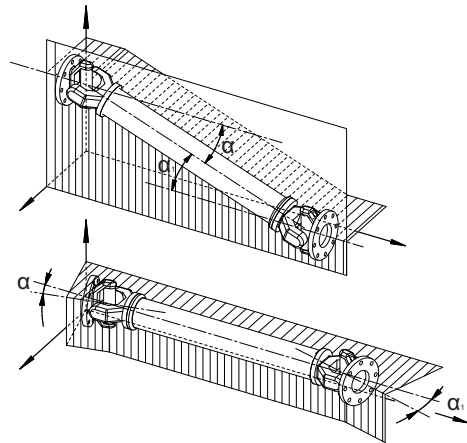

Рис. 4.7
• Для обеспечения равномерного движения ведомого вала необходимо, чтобы были выполнены следующие условия (см. Рис. 4.7):